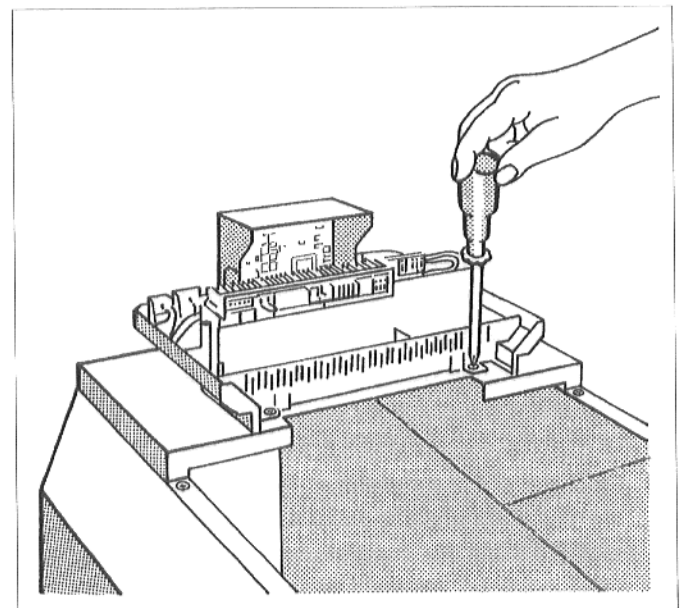

Fig. 11 : fixer l'appareil de régulation
- Fixer l'appareil de régulation sur le capot avant de la chaudière à l'aide de deux vis (fig. 11).